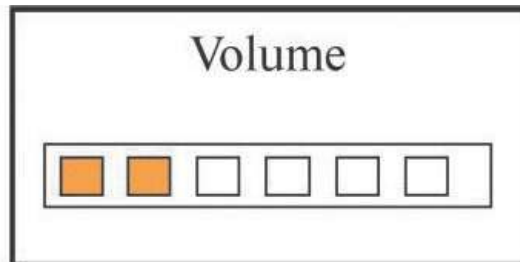

Abbildung 4.10B Einstellung der Lautstärke
- » Lautstärke: Zum Einstellen der Tonlautstärke (einschließlich Warnton, Impulston und Tastenklick), 6 optionale Lautstärkestufen, ist die Werkseinstellung Stufe 3, wie in Abbildung 4.10B dargestellt.